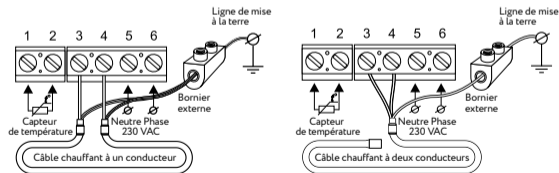

Fig. 3
Les fils de la section de chauffage ou du tapis chauffant sont connectés aux bornes 3 et 4; le fil de blindage (jaune-vert) est connecté à la ligne de terre (PE) via un contact externe (Fig. 3).